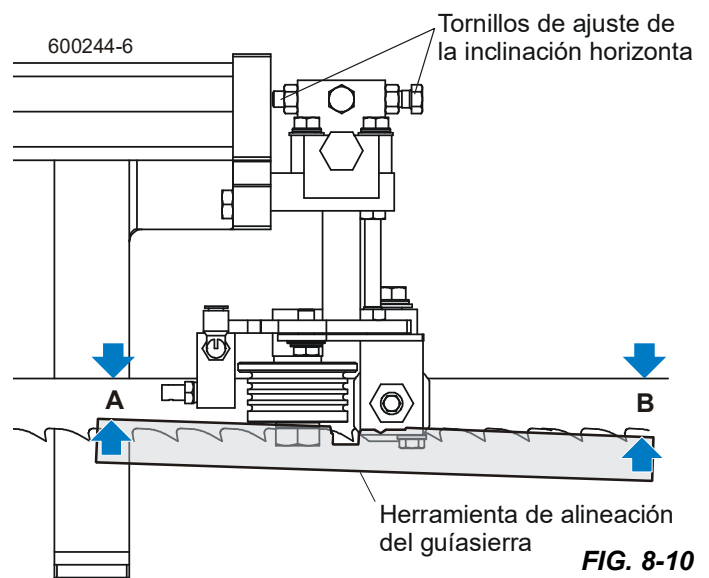

FIG. 8-10
1. Mida la distancia entre el reborde del rodillo del guiasierra exterior y el borde trasero de la sierra. See FIG. 8-10.